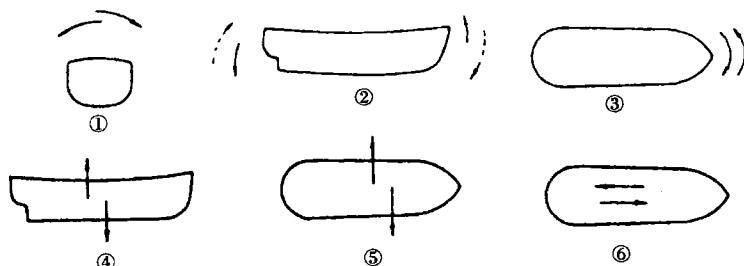

图 1.9 船体运动 ship motion
1.9 描述船舶动态及静态的词汇 terms to describe the dynamic conditions and static positions(见图 1.9)